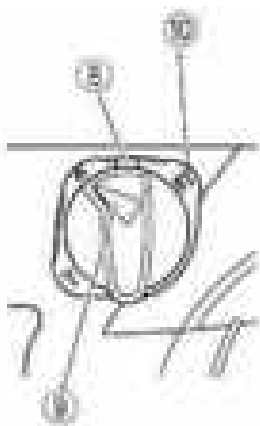

Рис. 9
1. Потяните кнопку, опустите замок и поверните рычаг переключателя. Совместите знак ▲ на рычаге переключателя со знаком **IT** на рукоятке рычага, как показано на рис. 9.